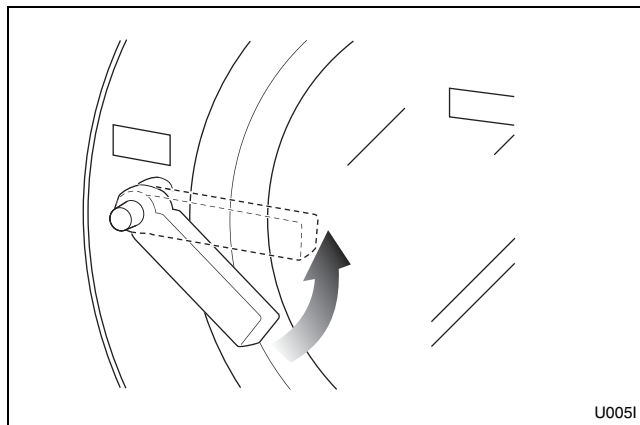

Figura 5
4. Cierre la puerta y gire la manija en el sentido contrario al de las agujas del reloj hasta que el botón salga hacia fuera. Consulte la *Figura 5*.